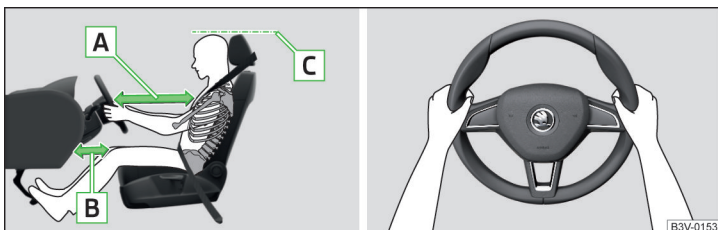

Fig. 2 Poziția corectă a scaunului șoferului/Poziția corectă la volan
- ✓ La autovehicule cu airbag pentru genunchii șoferului, reglați longitudinal scaunul șoferului în așa fel, încât distanța de la picioare la planșa de bord să fie de minim 10 cm » [fig. 2 - \[B\]](#) în zona airbagului pentru genunchi.
- ✓ Reglați volanul în așa fel, încât distanța dintre volan și torace să fie de cel puțin 25 cm » [fig. 2 - \[A\]](#).
- ✓ Reglați tetiera astfel încât marginea superioară a tetierei să se afle, pe cât posibil, la aceeași înălțime cu partea superioară a capului dumneavoastră (nu este valabil pentru scaunele cu tetieră integrată) » [fig. 2 - \[C\]](#).
- În timpul mersului volanul trebuie ținut cu ambele mâini, de partea exterioară laterală, în poziția „orei 9” și „orei 3” » fig. 2. Nu țineți niciodată volanul în poziția „ora 12” sau în altă poziție (de exemplu de centrul volanului, de marginea interioară etc.). În caz contrar, în cazul declanșării airbagurilor, se poate provoca accidentarea gravă a mâinilor, brațelor și a capului.
- ✓ Reglați tetiera astfel încât marginea superioară a tetierei să se afle, pe cât posibil, la aceeași înălțime cu partea superioară a capului dumneavoastră » fig. 2 la pagina 13 - **C** (nu este valabil pentru scaunele cu tetieră integrată).
- ✓ Reglați tetierele astfel încât marginea superioară a tetierei să se afle la aceeași înălțime cu partea superioară a capului dumneavoastră » fig. 2 la pagina 13 - **C**.